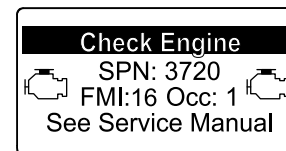

Figura 51
- Advertencia del motor SPN 3720, FMI 16 (Figura 51)